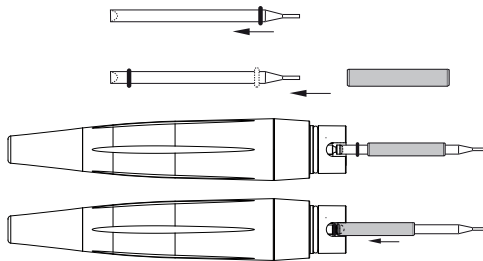

Fig. 6 Changement du joint torique
- Remplacer le joint torique (situé dans la partie arrière (voir Fig.6) lorsqu'il est endommagé ou usé; dans tous les cas au moins une fois par an.